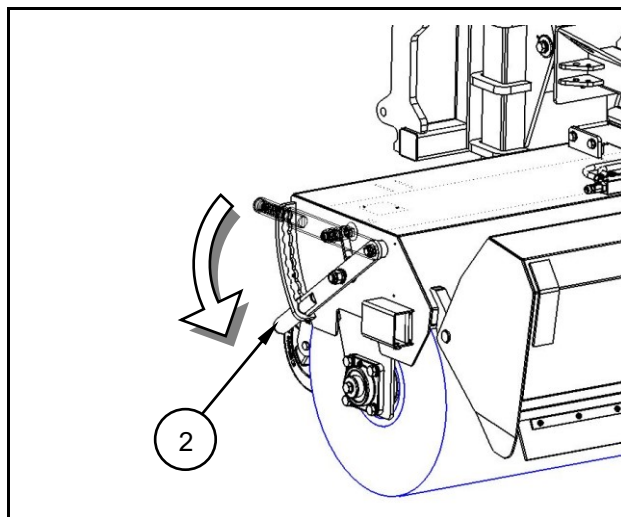

Fig. 6.2
- Sæt låsehåndtagssystemet (2) i den laveste position på begge sider (fig. 6.2).